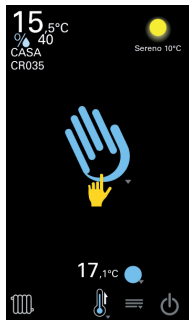

Fig.9A
3.5 Per passare al funzionamento AUTOMATICO, premere l'icona  Fig.9A e 9B.